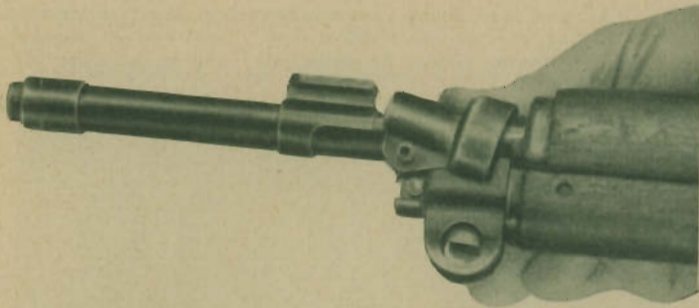

Fig. No 34 - TIRER L'EMBOUCHOIR VERS L'AVANT
- a. Garde-main avant. (voir fig. No 34 et 35)
- (1) Dévisser la vis d'embouchoir afin de libérer l'embouchoir.
- (2) Tirer l'embouchoir vers l'avant.
- (3) Saisir le garde-main avant à hauteur de la tôle de protection, exercer une traction vers le haut afin de dégager sa partie arrière du collier de l'anneau antérieur de bretelle.